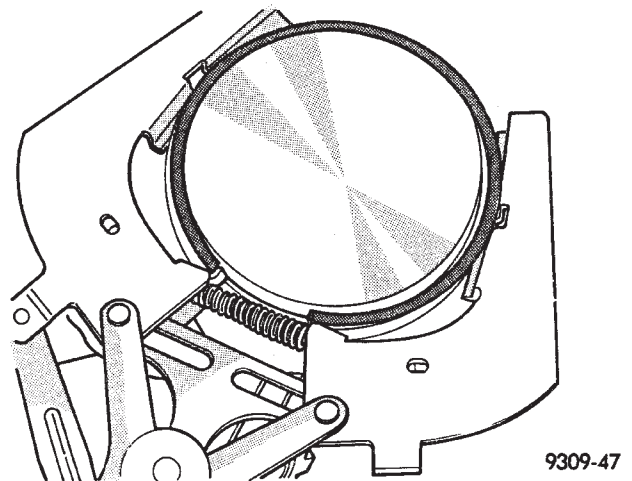

Abb. 96 Oberen und mittleren Ring einbauen
(9) Mittleren Kolbenring und anschließend den oberen Kolbenring montieren (Abb. 96).